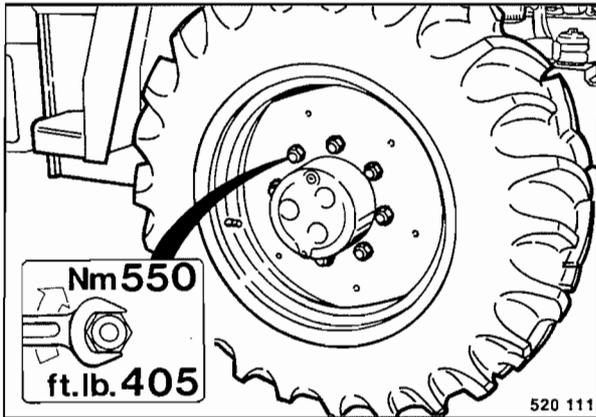

Fig. 94
- Reapretar las tuercas de las ruedas (Fig. 94) en cruz.